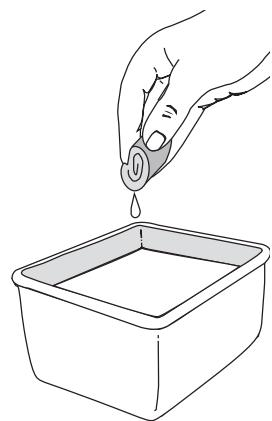

Fig. 27
3. Lave el filtro con agua y detergente (Fig. 27). Enjuague bien el filtro. Escurra el exceso de agua. Déjelo secar por completo.